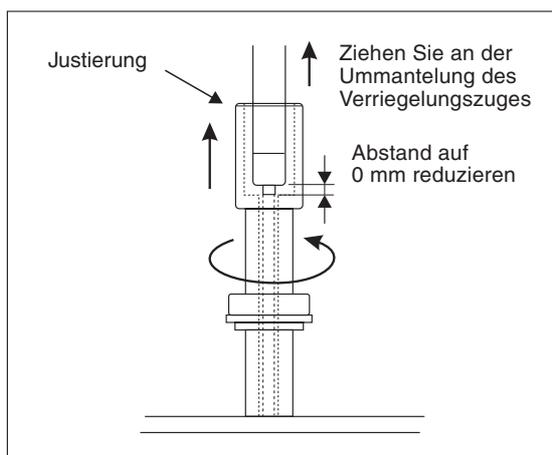
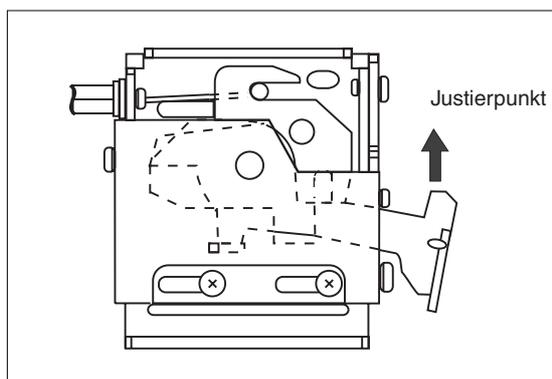

Abb. 4-64:
Abb. 4-65:
- ③ Reduzieren Sie den Abstand zwischen Justierung und Außenzug durch Drehen der Justiermutter auf 0 mm (siehe Abb. 4-64). Justieren Sie nun den Verriegelungszug bis an den Justierpunkt. Der Justierpunkt ist der Punkt, ab dem sich der Riegel durch Drehen der Justiermutter bewegt (siehe Abb. 4-65).